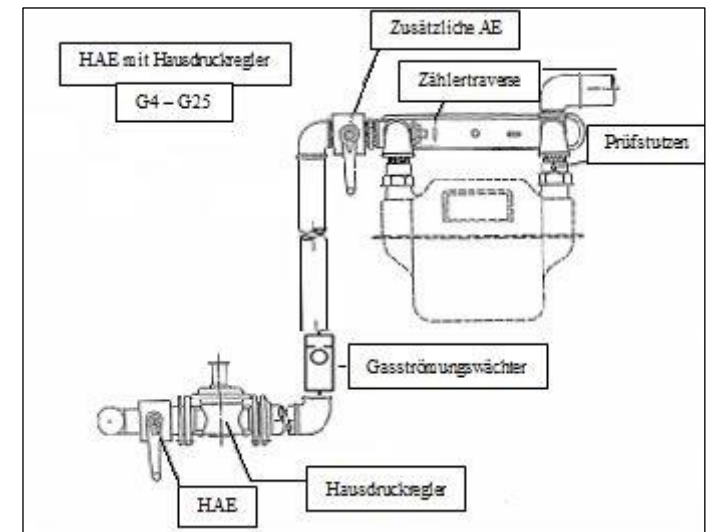

Bild 2: Mehrfachanschluss Niederdruck, Mittel- & Hochdruckanschlüsse G4-G25
Bei mehr als zwei Gaszählern wird hinter der HAE ein Hausdruckregler montiert. Hierbei ist unmittelbar hinter dem Hausdruckregler durch das VIU nach den Vorgaben der DVGW-TRGI 2018 ein Gasströmungswächter (GS) zu installieren (s. Bild 2).
In einigen Teilen des Versorgungsgebiets der Stadtwerke Norderstedt werden Hoch- und Mitteldruckhausanschlüsse hergestellt. Hier sind besondere Bedingungen für die Installation einzuhalten. Der Regler wird unmittelbar hinter der HAE von den Stadtwerken installiert und ist mit einem Hinweisschild gekennzeichnet. (s. Bild 2).